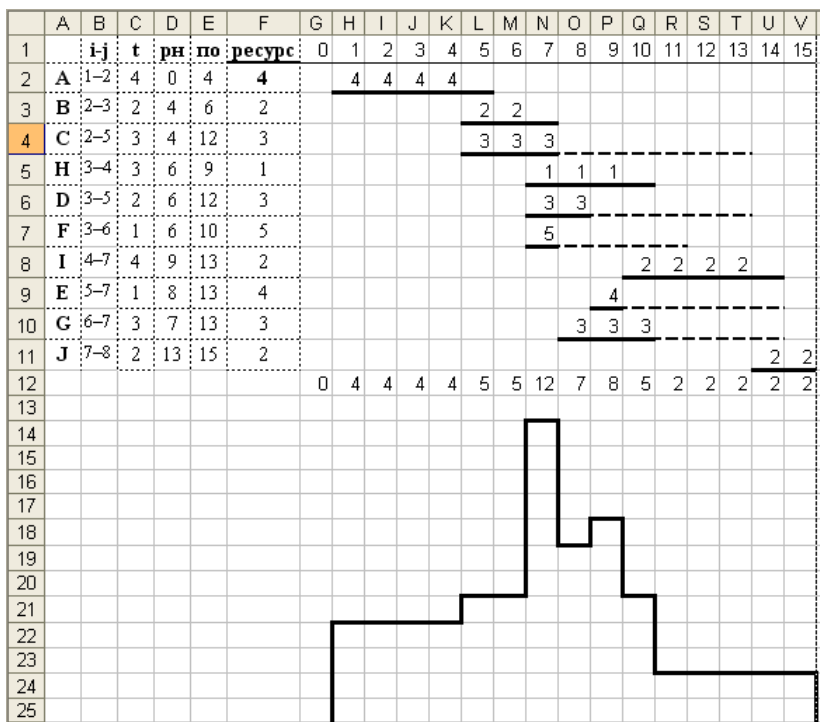

Рис.16 Результаты решения задачи 3 на ЭВМ
**Решение.** Для решения задачи откроем рабочий лист электронной таблицы **Excel** и введем наименования работ, их продолжительности, а также ранние сроки начала и поздние сроки окончания работ (см. рис.16).
Результаты решения задачи на ЭВМ показаны на рис.16.